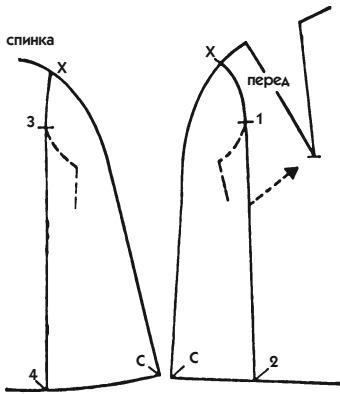

Рис. 756
1. На копии лекала переда и спинки прямой накидки продолжите линию проймы от линий ширины переда и спинки, делая ее параллельной срединной линии (от засечки 1 к засечке 2 и от засечки 3 к засечке 4 на рис. 756).
- Образованный таким образом рельеф дает возможность переместить вытачку груди в вытачку от рельефа, как показано пунктирной стрелкой на рис. 756.